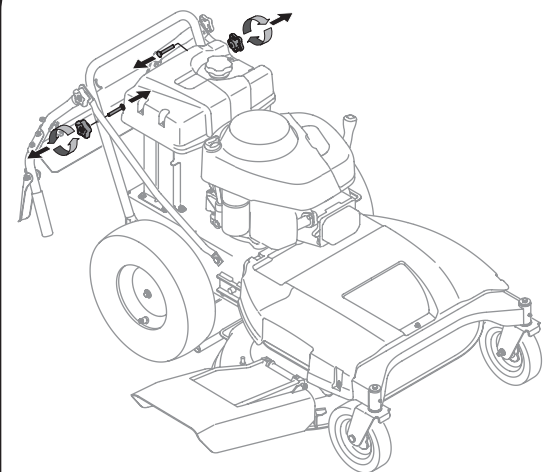

Figura 3-2: Quite perillas de estrella inferiores y tornillos de carro.
1. Retire las perillas en estrella inferiores y los tornillos del carro de la manija inferior, Figura 3-2.